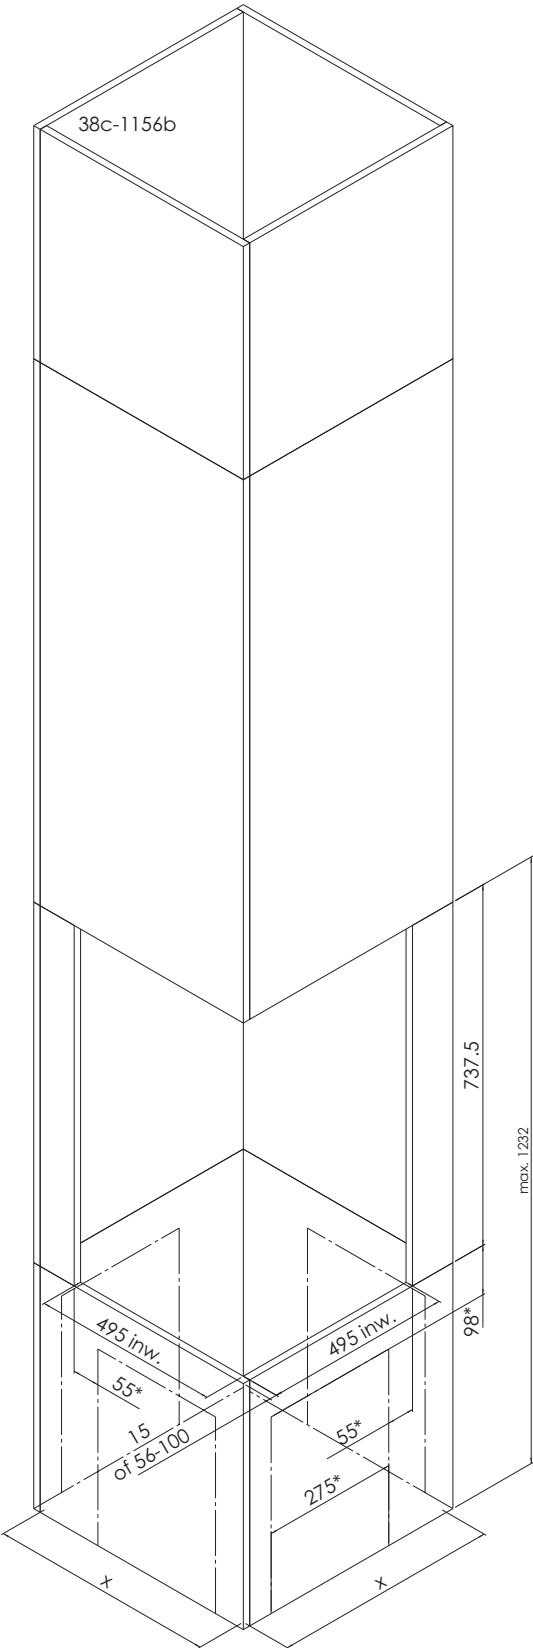

fig. 4
2. Encastrément : la façade est enfoncée dans le manteau de cheminée (figure 4 et 6).